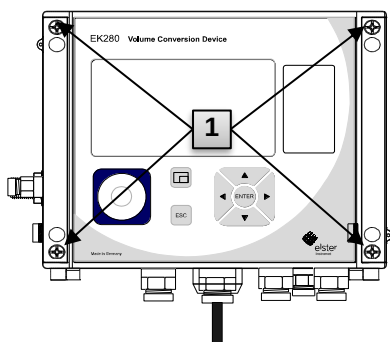

Abb. 28
2. Lösen Sie die vier Schrauben Abb. 28: **1**,) mit denen das Gehäuse verschlossen ist.
10. Schließen Sie das Gehäuse mit Hilfe der dafür vorgesehenen Schrauben (Abb. 28: **1**).